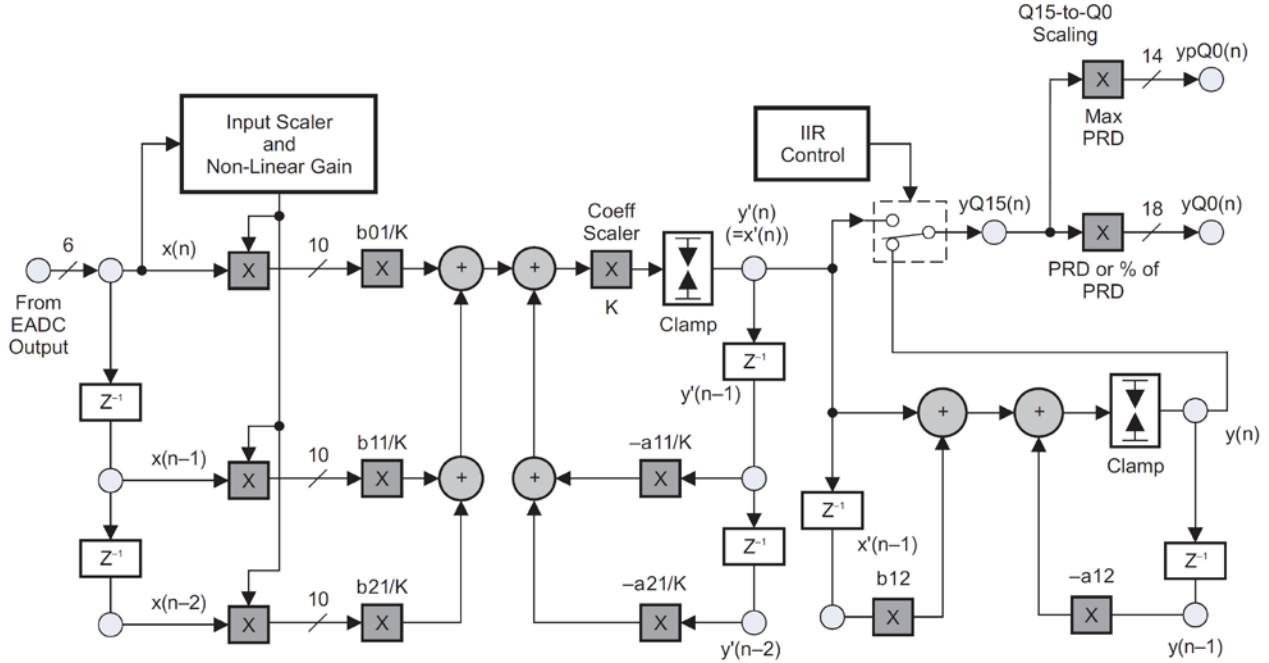

图2: UCD30xx 补偿器内部结构
UCD30xx 系列控制器数字补偿环路是由可配置的硬件补偿环路来实现。硬件补偿环路可以配置成 2 零点 2 极点 (2P2Z) 或者 3 零点 3 极点 (3P3Z) 补偿方式。3 零点 3 极点是使用 2 零点 2 极点 (对应系数为: b_{01} 、 b_{11} 、 b_{21} 、 a_{11} 、 a_{21}) 加 1 零点 1 极点 (对应系数为: b_{12} 、 a_{12}) 方式来实现。而对于开关电源来说，主要使用 2 零点 2 极点的补偿方式。图 2 是 UCD30xx 系列控制器硬件补偿环路内部框图。
从图 2 我们可以得补偿环在 z (离散) 域的传递函数，如公式 (1) 所示：